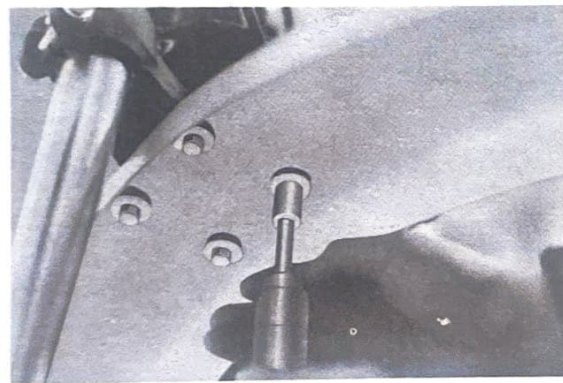

Fig. 9
- 3. Insert the front fender between the front fork legs, and secure the front fender using 0.24 in. (6 mm.) bolts with spring washers (f-6), fender dampers (f-3), special washers (f-5), and fender collar (f-4) for each bolt. (Figs. 9, 10)
- 3. Introduire le garde-boue entre les deux bras de fourche avant, et le fixer par les boulons et rondelles de 6 mm. avec rondelles Grower (f-6), les blocs amortisseurs (f-3), les rondelles spéciales (f-5) et les entretoises (f-4). (Figs. 9, 10)